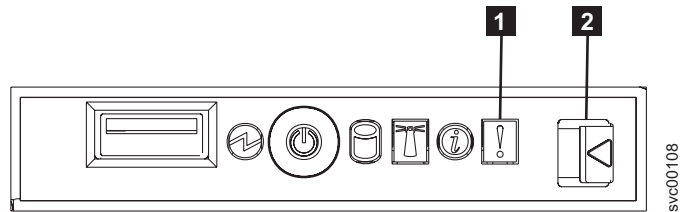

図 99. SAN ボリューム・コントローラー 2145-8F4 オペレーター情報パネル
1. SAN ボリューム・コントローラー 2145-8F4 または SAN ボリューム・コントローラー 2145-8F2 のオペレーター・パネル上のエラー LED (491 ページの図 99 を参照) が点灯または明滅していますか?